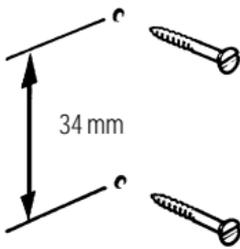
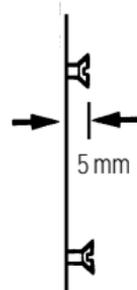

Bild 7A: Sirene
Bild 7B
7.) Legen Sie nun vier alkalische 1,5 V-Mignon-Batterien (AA) in die Batteriehalterung der Sirene. Lösen Sie hierzu die Kreuzschlitzschraube der Batteriefachabdeckung auf der Gehäuserückseite (s. Bild 7A) und öffnen Sie die Abdeckung. Achten Sie beim Einlegen der Batterien auf die am Batteriehalter angegebene Polarität. Schließen Sie die Abdeckung wieder. Schieben Sie das Gehäuse der Sirene mit den beiden Halterungen an der Rückseite über die herausragenden Schraubenköpfe (s. Bild 7B). Sitzt die Sirene locker, justieren Sie die Schrauben nach, bis ein fester Sitz gewährleistet ist.